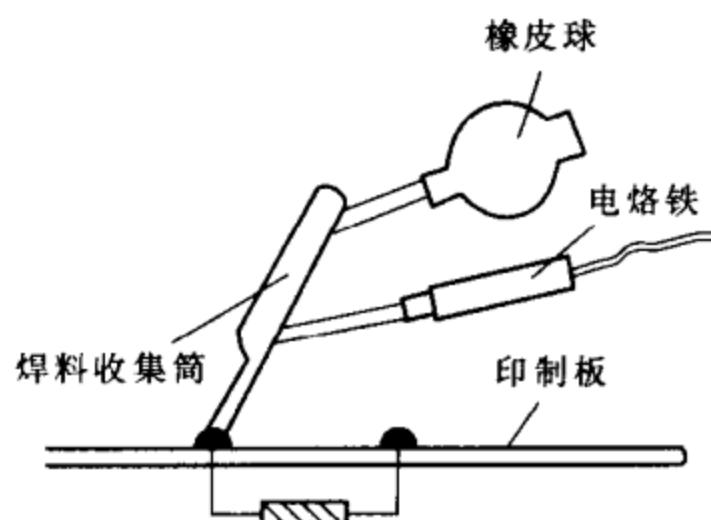

图 1-34 内热式解焊器示意图
(1) 吸锡器吸锡拆卸法：使用吸锡器拆卸集成块（习惯简称，以下同），这是一种常用的专业方法，使用工具为普通吸、焊两用的电烙铁。拆卸集成块时只要将加热后的两用烙铁头放在要拆卸的集成块引脚上，待焊点锡熔化后被吸入吸锡器内，全部引脚上的焊锡吸完后集成块即可拿掉。
(2) 内热式解焊器拆卸法：如图 1-34 所示，使用时，首先